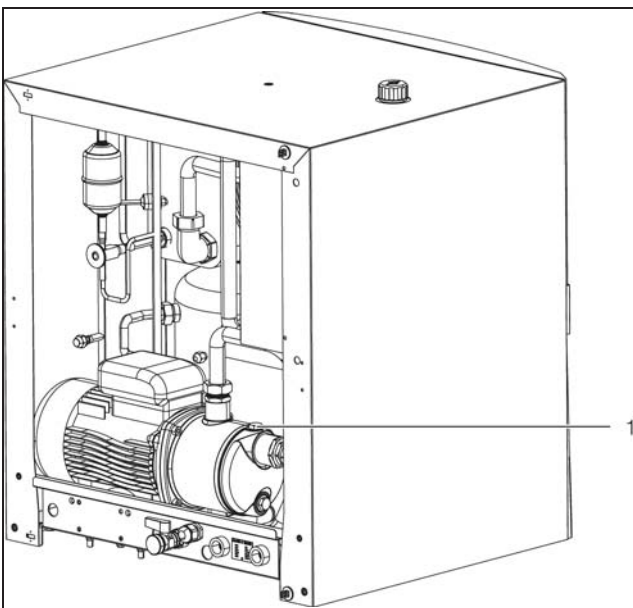
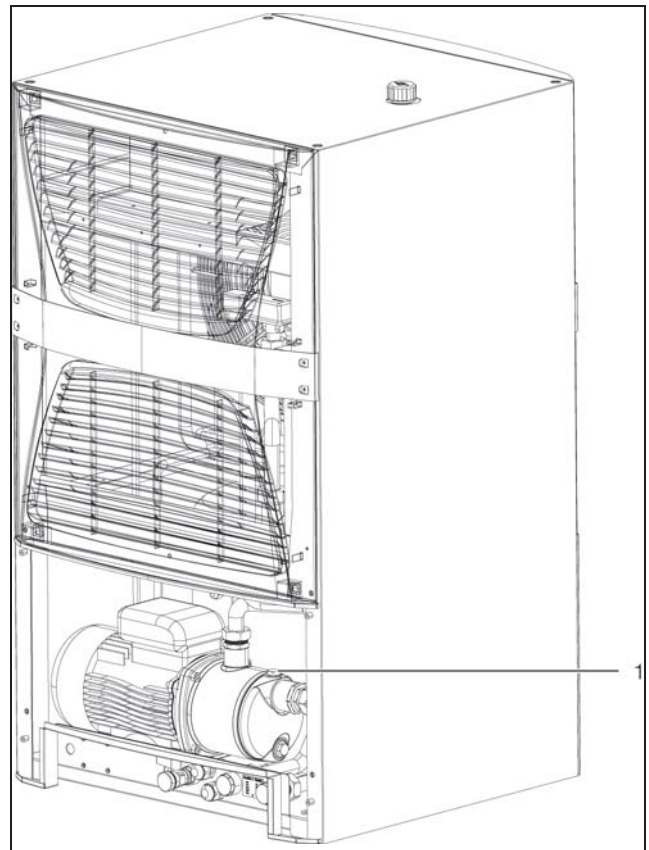

Fig. 53: Spurgare la pompa del mezzo frigorifero (solo 3320.600 e 3334.600)
Fig. 54: Spurgare la pompa del mezzo frigorifero (solo 3334.660)
- Spurgare la pompa del fluido frigorifero (quando non è in funzione) allentando leggermente la vite di sfiato (fig. 53 e fig. 54, pos. 1).